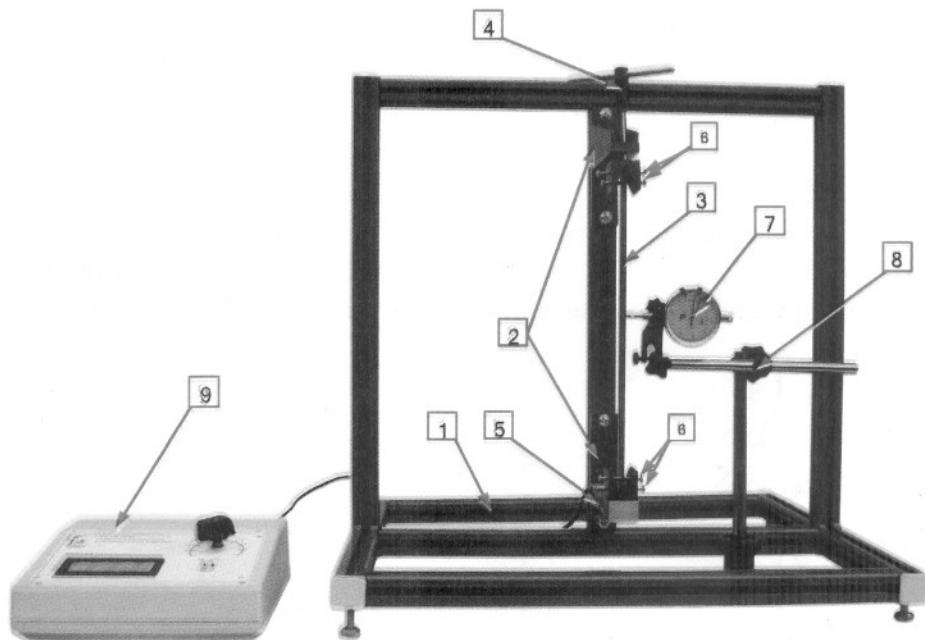

Рисунок 1
4.1 Конструктивно стенд выполнен в виде сборного основания 1 (рисунок 1) на котором имеются два кронштейна 2, поддерживающих стержень большой гибкости 3. На верхнем кронштейне имеется винт 4 для создания деформации стержня большой гибкости 3. В нижнем кронштейне установлен весовой датчик 5 для измерения силы реакции стержня большой гибкости. На кронштейнах 2 установлены винты 6, с помощью которых можно изменять способ фиксации стержня большой гибкости. При отпущеных винтах стержень фиксируется шарнирно, при зажатых – с защемлением конца. Величину прогиба стержня большой гибкости предназначена индикаторная головка 7, закрепленная на штативе 8. Для отображения показаний весового датчика служит измерительный прибор 9.